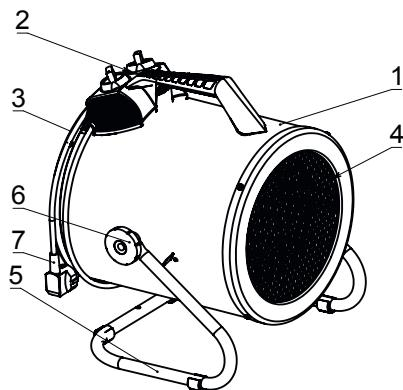

Рис. 1. Конструкция тепловентилятора
Несущая конструкция тепловентилятора (рис.1) состоит из кожухов наружного (1) и внутреннего, изготовленных из листовой стали и имеющих цилиндрическую форму. Во внутреннем кожухе размещены вентилятор, и трубчатые электронагревательные элементы из нержавеющей стали. Снаружи кожуха расположена корпс блока управления (2). Кожух наружный закрытый воздухозаборной (3) и